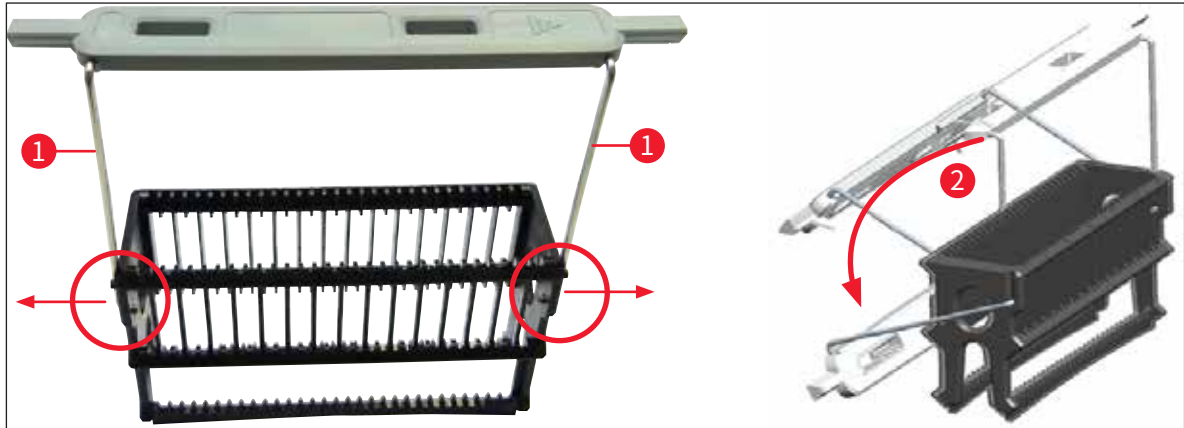

图 69
- 确保将手柄正确定位到上部位置, 在玻片架上方居中 (→ 图 69)。